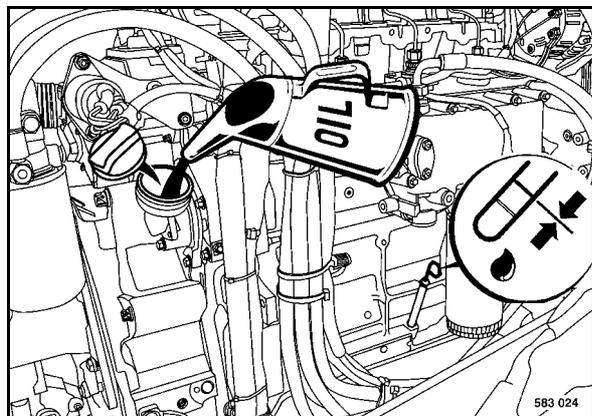

Рис. 125
- Вынуть указатель уровня масла (Рис. 125), вытереть его безволокнистой, чистой тряпкой и вставить до упора.